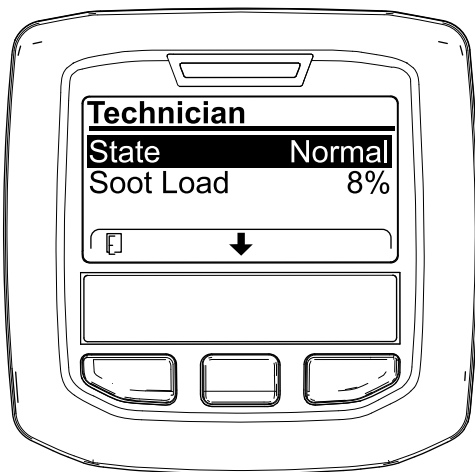

Figura 46
- Servitevi della tabella dell'operatività FAP per comprendere lo stato corrente dell'operatività del FAP (DPF) (Figura 46).